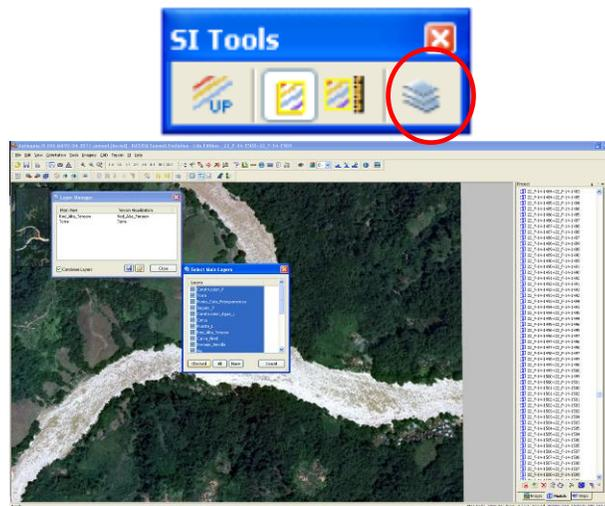

Figura 41. Selección niveles a desplegar
3. Declick en el botón “Select SI Layers” de la herramienta SI Tools de la ventana DAT/EM Summit Evolution.(Ver Figura 41).